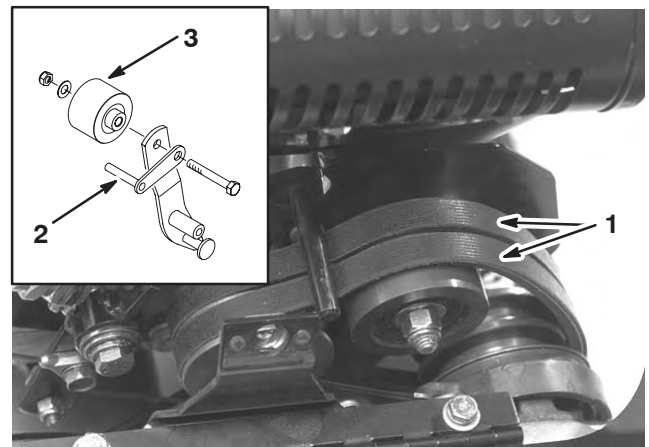

Bild 40
8. Wenn Sie das Schieben oder Ziehen der Maschine ohne Starten des Motors vereinfachen möchten, stellen Sie den Riemenführungseinsatz ein (Bild 40). Gehen Sie folgendermaßen vor: